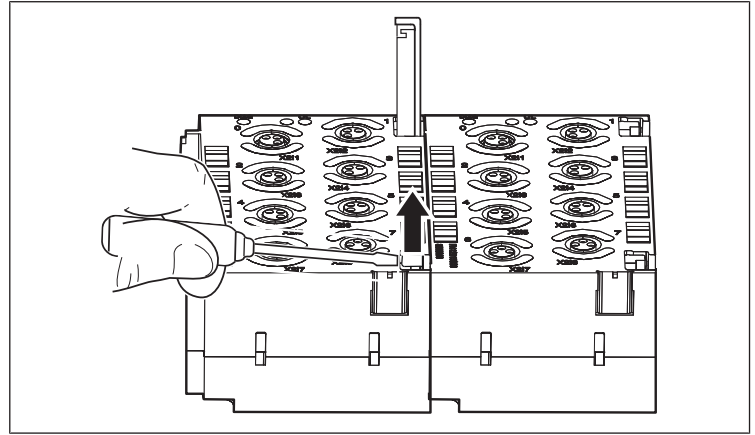

Fig. 6: Desserrage de l'élément de serrage élastique et tirage vers le haut jusqu'à la butée
1. Tirer les deux éléments de serrage élastiques sur le côté droit des modules E/S précédemment enlevés vers le haut jusqu'à la butée (voir Fig. 6: Desserrage de l'élément de serrage élastique et tirage vers le haut jusqu'à la butée).
- Avec un tournevis par ex., desserrer tous les éléments de serrage élastiques nécessaires, puis tirer ces derniers vers le haut jusqu'à la butée (voir Fig. 6: Desserrage de l'élément de serrage élastique et tirage vers le haut jusqu'à la butée).
- Extraire les deux éléments de serrage élastiques du nouveau module E/S en tirant vers le haut jusqu'à la butée (voir Fig. 6: Desserrage de l'élément de serrage élastique et tirage vers le haut jusqu'à la butée).
- Avec un tournevis p. ex., desserrer les éléments de serrage élastiques entre le module E/S et la plaque terminale gauche, puis sortir les deux éléments de serrage élastiques en tirant vers le haut jusqu'à la butée (voir Fig. 6: Desserrage de l'élément de serrage élastique et tirage vers le haut jusqu'à la butée).